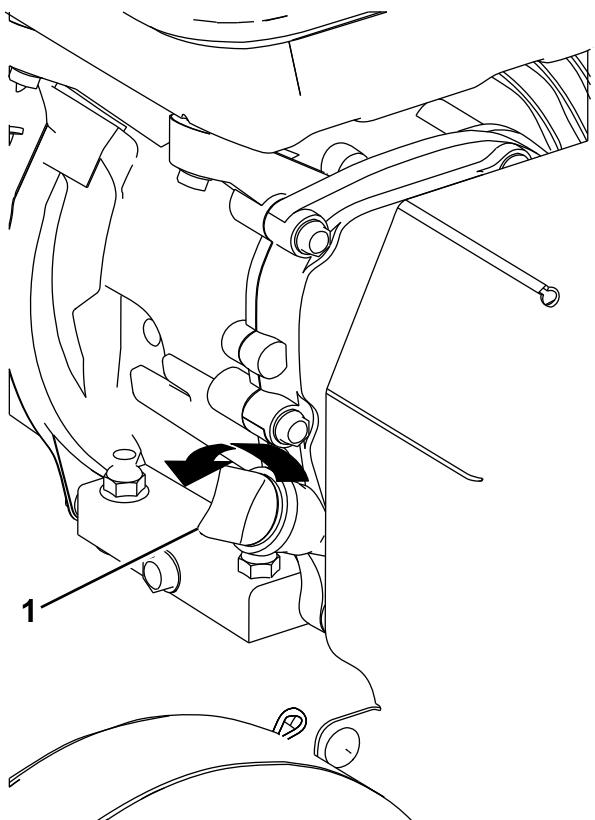

Figure 12
3. Nettoyez la surface autour de la jauge d'huile (Figure 12) pour éviter de faire tomber des impuretés dans l'orifice de remplissage, ce qui endommagerait le moteur.
4. Dévissez la jauge d'huile et essuyez soigneusement l'extrémité (Figure 12).
5. Insérez la jauge au fond du goulot de remplissage. **Ne la vissez pas.** (Figure 12).